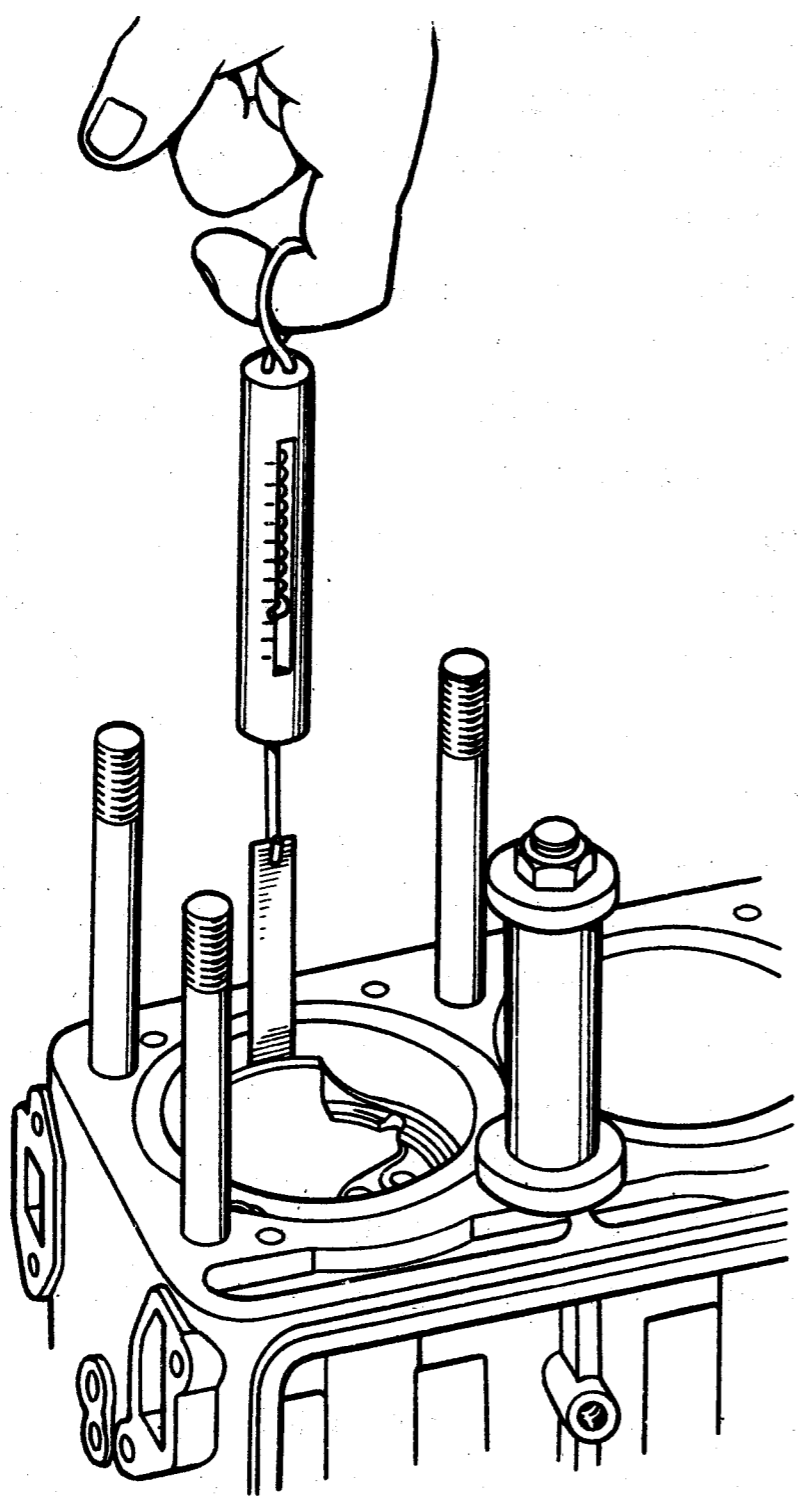

Рис. 56. Подбор поршня к гильзе при помощи ленты-щупа и динамометра 24-У-17202
- подобрать новые поршни к гильзам по усилию протягивания ленты-щупа толщиной 0,05 мм и шириной 10 мм. Лента-щуп закладывается между гильзой и поршнем по всей высоте поршня, с противоположной стороны прорези на юбке поршня. Усилие протягивания должно быть 2,5 - 3,4 даН (2,5-3,4 кгс). Подбор поршней производится без поршневых колец и пальцев при температуре 20°C (рис. 56);